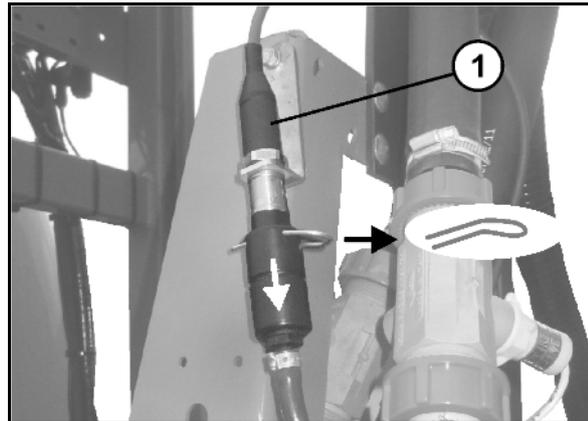

Fig. 131
12. Alle Spritzleitungen von den Teilbreiten-Ventilen (Fig. 131/1) abziehen und mit Pressluft ausblasen.